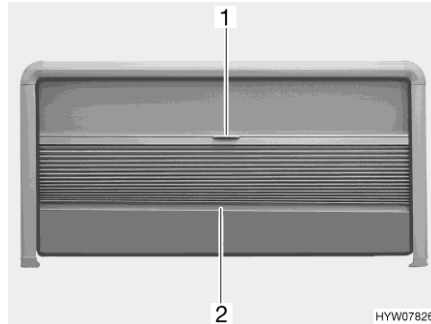

Fig. 67 Dispositif occultant plissé et moustiquaire (fenêtre projetante)
- Saisir la tige de fermeture (Fig. 67,2) du dispositif occultant plissé par le milieu et tirer avec précaution vers le bas.
- Maintenir la tige de fermeture (Fig. 67,2) du dispositif occultant plissé par le milieu et pousser ce dernier avec précaution vers le haut.
- Tirer la moustiquaire vers le bas en la maintenant par la poignée (Fig. 67,1).
- Pousser la moustiquaire à fond vers le haut en la maintenant par la poignée (Fig. 67,1).